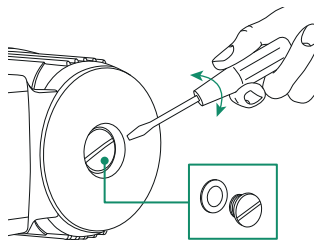

рис. 6 «Ослабление заглушки»
- Удалите воздух из насоса ослабив винт воздухоотводчика, но не отвинчивайте его до конца.(рис.6)
При продолжительном простое периодически проворачивайте вал, во избежание его блокировки: отвинтите винт воздухоотводчика с помощью плоской отвертки проверните вал двигателя, затем завинтите винт воздухоотводчика. (рис.6)